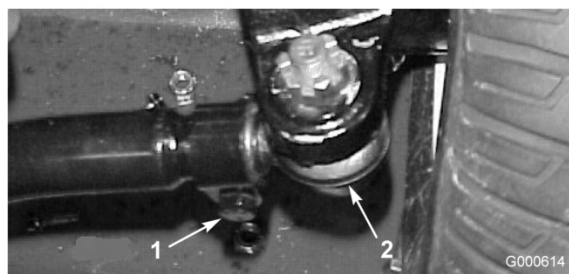

Figura 48
2. Para ajustar, remova o contrapino e a porca de cada uma das rótulas da barra de ligação (Figura 48). Remova a junta da barra de ligação do suporte do eixo.
- Desaperte as abraçadeiras que estão em ambas as extremidades das barras de ligação (Figura 48).
- Rode uma (1) vez a rótula separada, para dentro ou para fora. Aperte a abraçadeira na parte solta da barra de ligação.
- Rode uma (1) vez todo conjunto da barra de ligação na mesma direcção (para dentro ou para fora). Aperte a abraçadeira na extremidade ligada da barra de ligação.